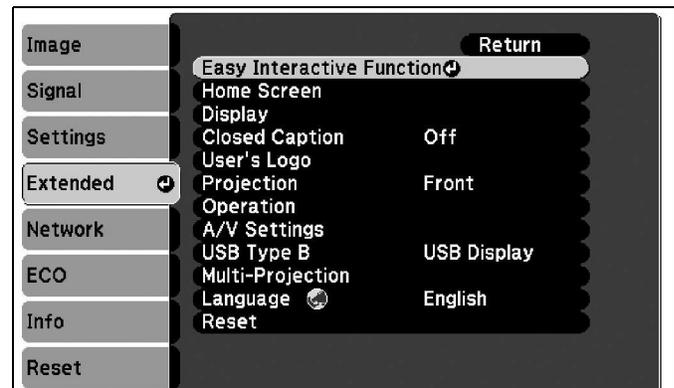

Figure 31
- Dans le menu **Étendu**, sélectionnez la **Fonction interactive facile**. (Voir figure 31)